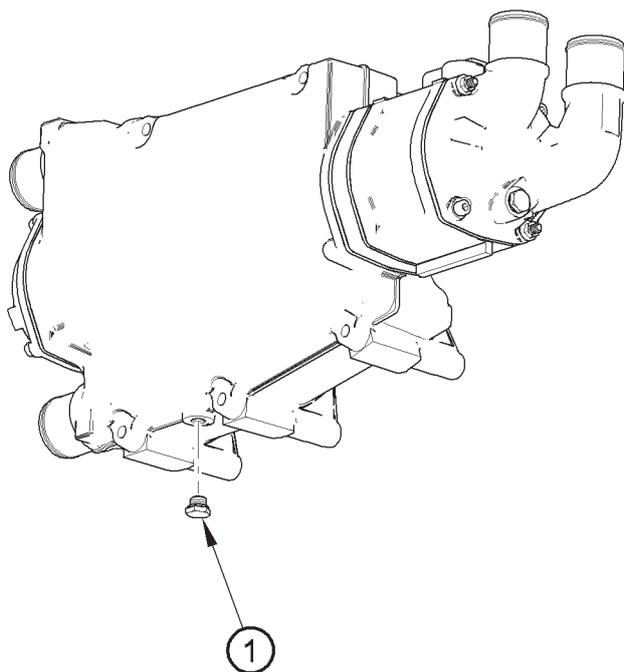

Figura 3
2. Quite el tapón de drenaje (Figura 3, elemento 1) del intercambiador de calor.